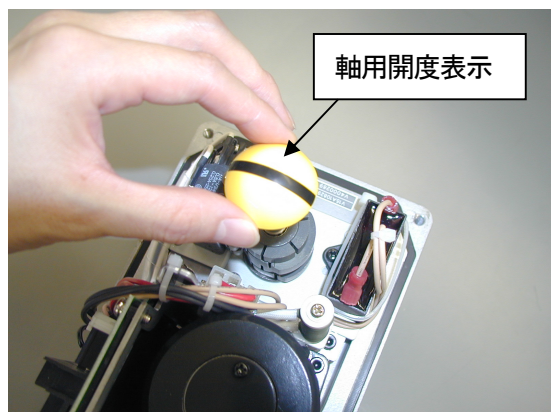
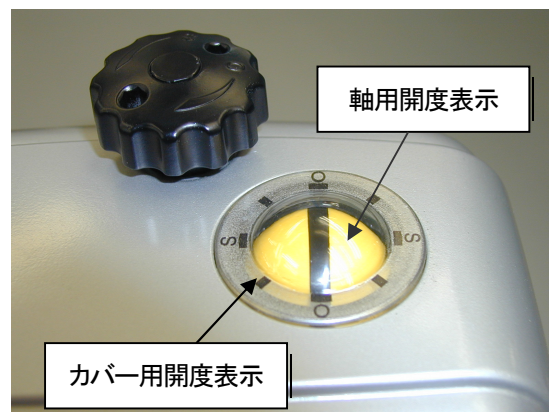

図 12-14 軸用開度表示
図 12-15 カバー用開度表示
- (1) カム調整時はマイナスドライバー(先端厚さ 0.7~0.8mm)など先の平らな治具をカムのスリット部にしっかり差込み無理に力をかけず、ゆっくり行ってください。治具の差込みが不十分のままカムを回転させたり、勢いよく回転させたりといった乱暴な調整を行なうと治具やカムを破損するおそれがあります。
- (2) カム調整方向はアクチュエータ上面から見て、時計回りに行ってください。反時計回りに回してカムを調整する場合、制御軸を確実に固定しないと制御軸のねじ込み部が緩み、アクチュエータ停止位置がずれる可能性があります。
- (3) カム調整は、アクチュエータに内蔵されているメカストップよりも位置リミットスイッチが必ず先にはたらくように調整してください。電動操作にてストップに荷重が加わると内蔵メカストップが破損するおそれがあります。各アクチュエータの位置リミットスイッチと内蔵メカストップの位置関係については付属の技術資料-1 を参照してください。
手順⑫ 軸用開度表示を回して、カバー用開度表示との位置を合せてください。(図 12-14 軸用開度表示 図 12-15 カバー用開度表示)